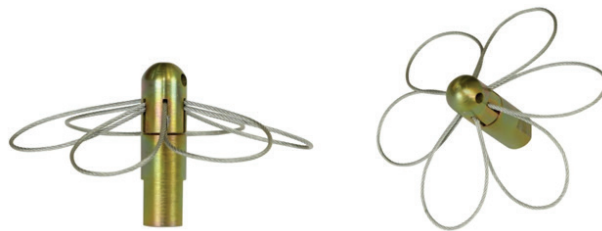

Рисунок 11.1 – Насадка на УЗК типа «Ромашка»
11.7 Заготовка каналов из трубы «ССД-Пайп», то есть затяжка в канал выбранного тягового троса выполняется с использованием протяжки, поставленной вместе с трубой. Если к моменту начала работ в трубе протяжки нет, то производится заготовка канала с помощью устройства УЗК. Для обеспечения прохода конца УЗК через канал на него навинчивается специальное приспособление типа «Ромашка» (производитель АО «ССД»; рисунок 11.1). Затем за прутки УЗК через канал протягивают тяговый трос.